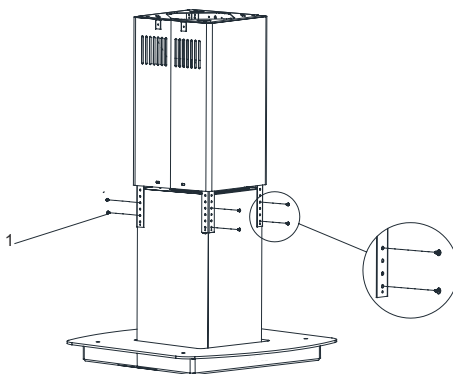

Fig. 13
1. ➤ Ta bort den ena 3,5x9,5 skruven som håller fast skorstenen (Fig. 13).
2. ➤ Lyft upp skorstenen och skruva fast motorlådan i stängerna med 3,5x9,5 skruvar (Fig 13.).